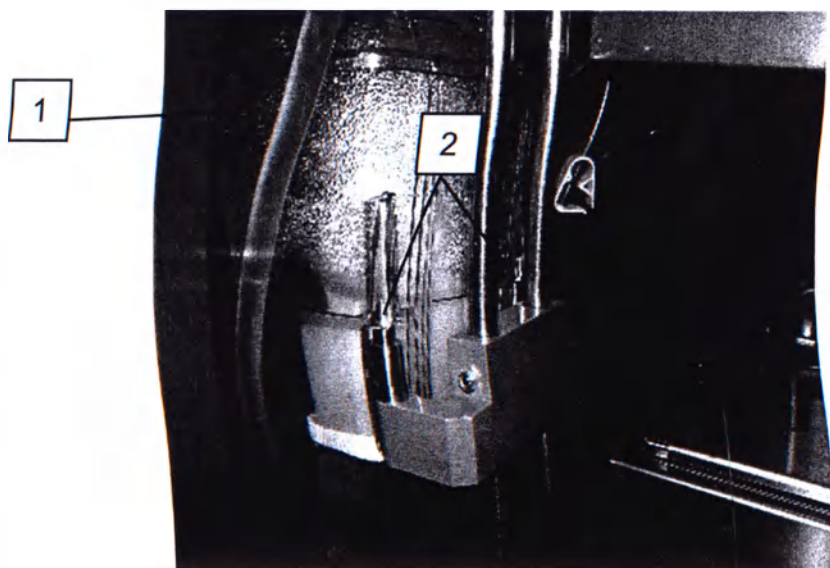

Рисунок 19 – Установка одноразового сосуда на крепления датчика веса.
- 3) Установите одноразовый сосуд с фильтром Admicard 3200 (1) на крепления датчика веса (2) (см. рисунок 19).